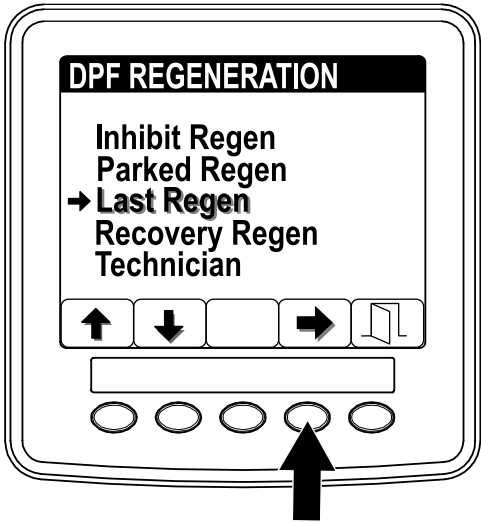

Figure 36
2. Appuyez sur le bouton 4 pour sélectionner l'option Last Regen (Figure 36).
1. Ouvrez le menu DPF Regeneration, appuyez sur le bouton 1 ou 2 et naviguez jusqu'à l'option LAST REGEN (dernière régénération) (Figure 36).